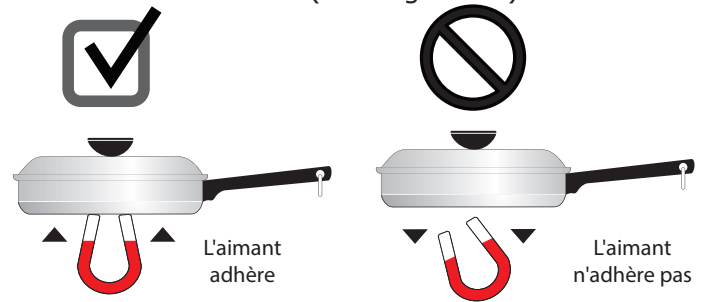

Figure 42: Test de l'aimant
- **Émail vitrifié sur métal** – Les caractéristiques de chauffage varient selon le matériau de base. Un ustensile fait d'un métal compatible recouvert d'émail vitrifié fonctionnera sur une table de cuisson à induction. Utilisez le test de l'aimant (Figure 42) pour vérifier le magnétisme de votre ustensile de cuisson en émail vitrifié. To see if a piece of cookware will work on your induction cooktop, try to stick a magnet to it. If the magnet clings firmly to the bottom of the cookware, the cookware will work on your induction
Pour vérifier qu'un ustensile de cuisson fonctionnera sur votre table de cuisson à induction, essayez d'y faire coller un aimant (voir Figure 42).